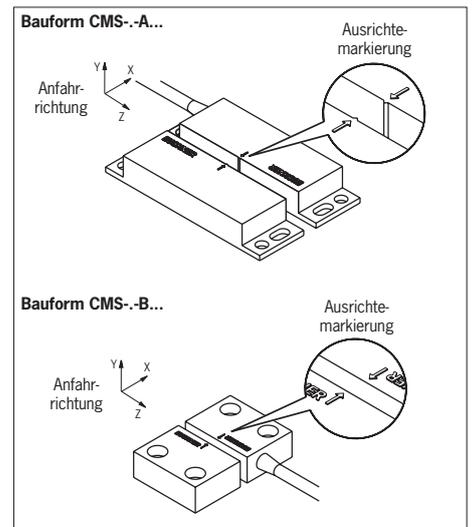

Bild 1: Ausrichtung Lesekopf und Betätiger
Die Einbaulage von Lesekopf und Betätiger ist beliebig. Ausrichtung von Lesekopf zu Betätiger beachten (siehe Bild 1).
- ▶ die aktiven Flächen von Lesekopf und Betätiger bei geschlossener Schutzeinrichtung deckungsgleich gegenüber liegen (siehe Bild 1)
- ▶ Bei geringer Anfahr-geschwindigkeit zwischen Lesekopf und Betätiger sollte die Anfahr-richtung **Z** (siehe Bild 1) vermieden werden.